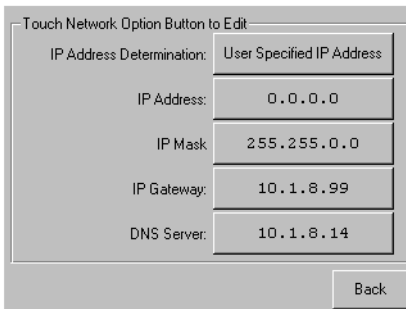

Abbildung 3-11. Bildschirm *Fixed IP Address* (Feste IP-Adresse)
4. Berühren Sie die jeweilige IP-Adress-Option, und geben Sie anschließend die einzelnen IP-Adressen über das Tastenfeld ein (siehe Abbildung 3-11):